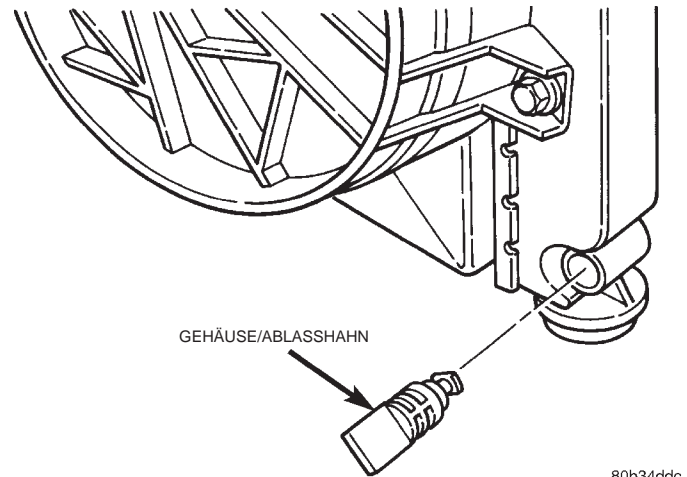

Abb. 26 Kühler-Ablasshahn
- (1) Den Schaft des Ablasshahns zum Heraus-schrauben nach links drehen. Wenn der Schaft bis zum Ende der Gewingegänge herausgeschraubt wurde, den Schaft 1/8 Umdrehung zurückdrehen und aus dem Wasserkasten herausziehen (Abb. 26).